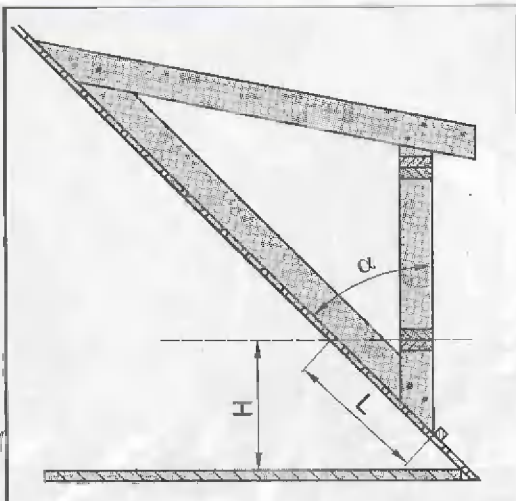

Рис. 2.
- зная высоту окна над полом мансарды (рис. 2), отметил нижнюю границу путем определения размера «L» на кровле;